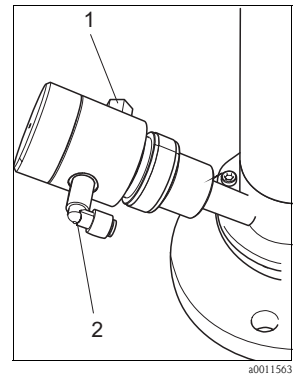

Fig. 19 : Vanne de sortie
2. Vissez la vanne fournie (fig. 19) à la sortie inclinée de l'eau de rinçage.